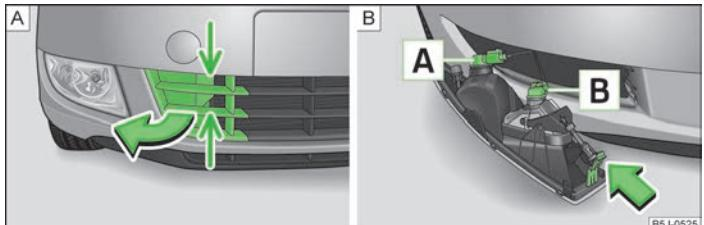

Fig. 150 Paragolpes delantero: Rejilla protectora/desmontaje del faro anti-niebla
Asignación de bombillas » fig. 150.
- » Agarrar la rejilla protectora por el punto indicado por flechas » fig. 150 - **A** y sacar la caperuza protectora.
- » Meter la mano en la apertura en la rejilla protectora y presionar la pestaña de enclavamiento » fig. 150 - **B** en el sentido de la flecha.